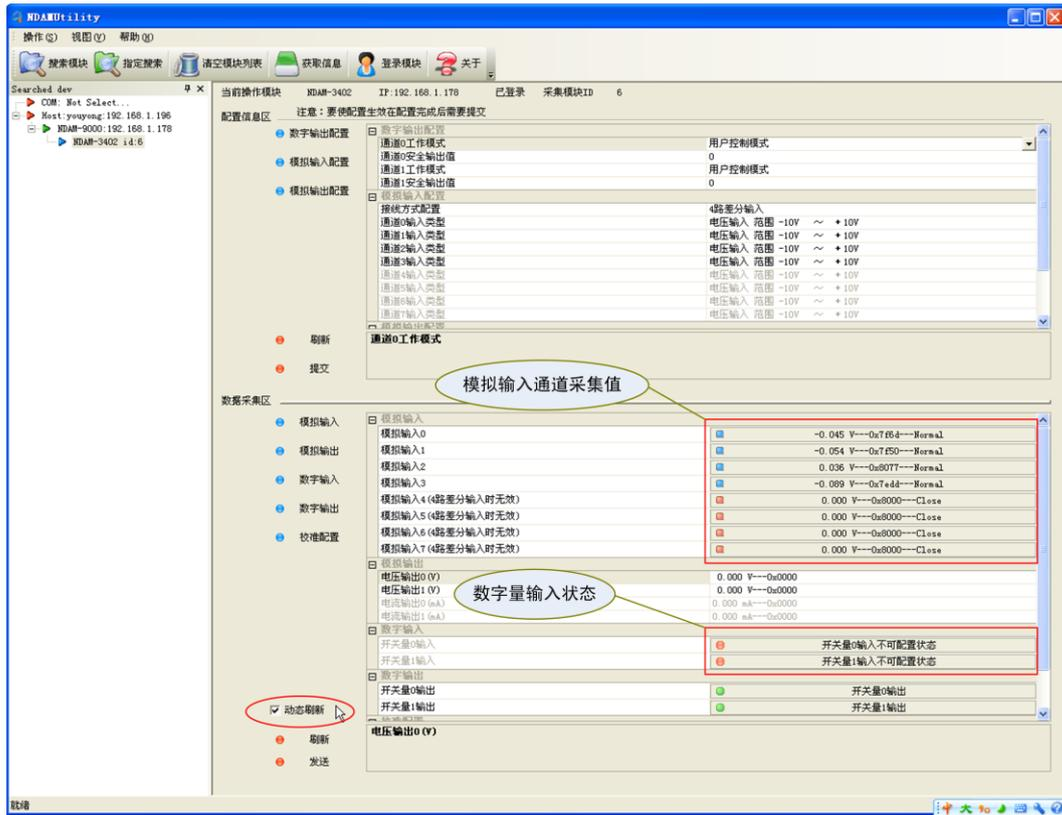

图 4.10 测量结果显示
- 9) 在测试软件的数据采集区，可以读出模拟输入，数字输入各个通道的当前值，可以将“动态刷新”前的复选框选中，如图 4.10 所示进行数据动态刷新（刷新时间间隔 1 秒）来监测所有端口的当前测量结果。